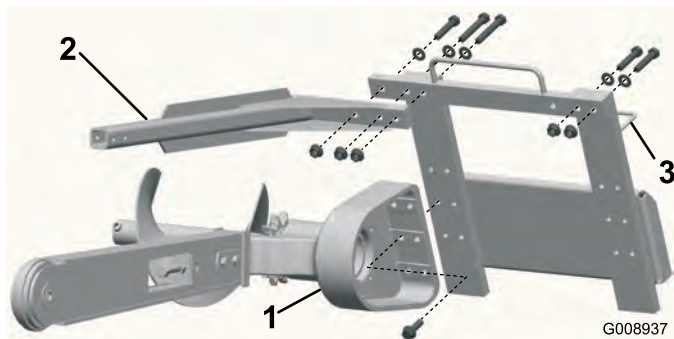

Bild 7
2. Entfernen Sie die 6 Schrauben, mit denen der Grabenzieherkopf am Rahmen befestigt ist (Bild 7).
4. Befestigen Sie den Kopf mit den 6 vorher entfernten Schrauben am Rahmen (Bild 7).
6. Entfernen Sie die 3 Schrauben, Scheiben und Bundmuttern von der Sicherungsstange und entfernen diese (Bild 7).
7. Entfernen Sie die 2 kurzen Schrauben, Scheiben und Bundmuttern von der rechten Seite des oberen Rahmens und stecken diese in die entsprechenden Löcher an der linken Seite (Bild 7).
8. Montieren Sie die Sicherungsstange mit den vorher entfernten 3 Schrauben, Scheiben und Bundmuttern über der Grabkette (Bild 7).
10. Verlegen Sie die Schläuche aus der Schlauchführung an der Oberseite des Grabenziehers in die Führungen an der linken Seite (Bild 7).